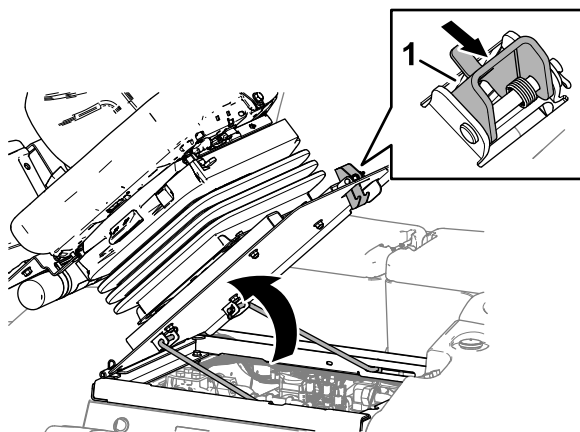

Bild 107
1. Schieben Sie die Sitzverriegelung nach außen (Bild 107).